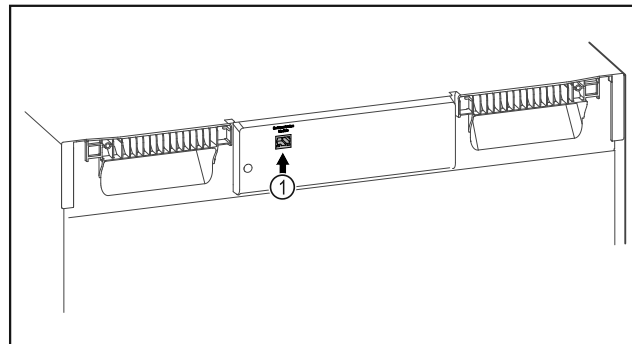

Fig. 84
- A SmartModule Fig. 84 (1) be van helyezve.